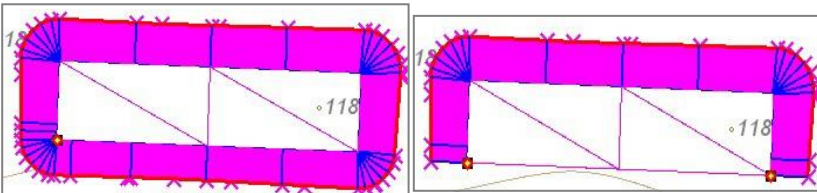

Рис. 6.31
- При этом откосы могут быть созданы по всему контуру площадки (рис. 6.31 слева) или только с указанной стороны от СЛ (рис. 6.31 справа). За это отвечает параметр **Сопрягающая поверхность с обратной стороны** – *Создавать/ Не создавать*.